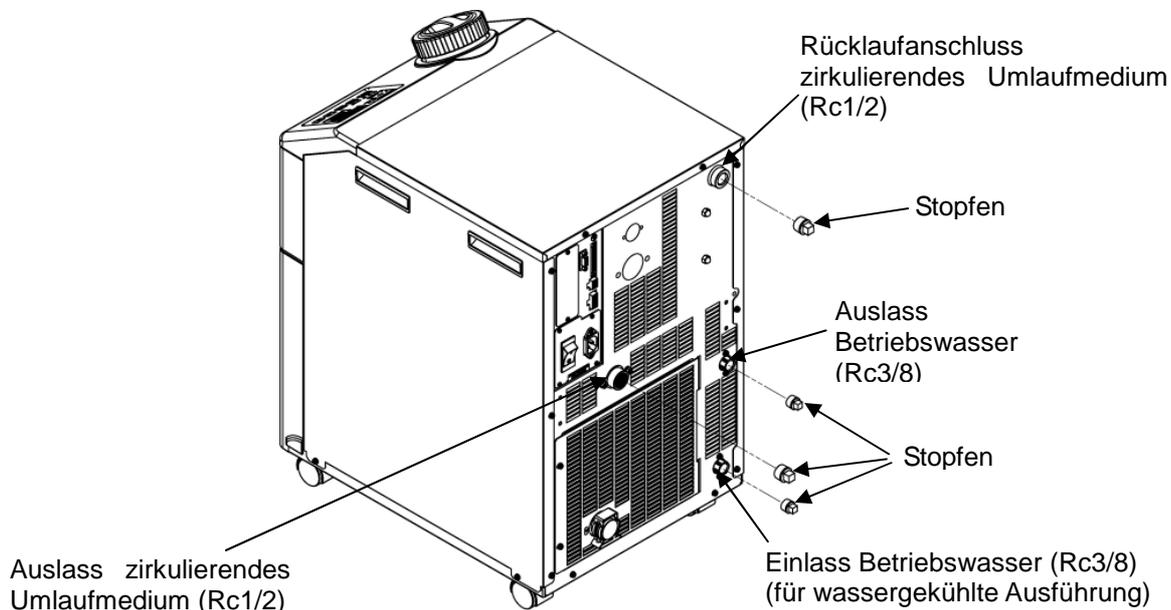

Abb. 4-5 Montage des Stopfens an die Leitungen des Produkts
- 9.** Siehe Abb. 4-5 Montage des Stopfens an die Leitungen des Produkts, für die Montage des Stopfens an den Leitungen des Produkts.